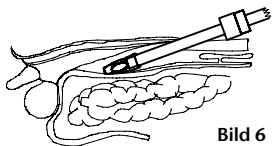

Bild 6
2. Applicera eventuellt sterilt glidmedel på den distala änden och för in den mellan vävnadslagren till det förberedda extraperitoneala arbetsutrymmet. Var försiktig så att ballongen inte skadas av andra instrument både när ballongsystemet förs in och under ingreppet. (Bild 6)